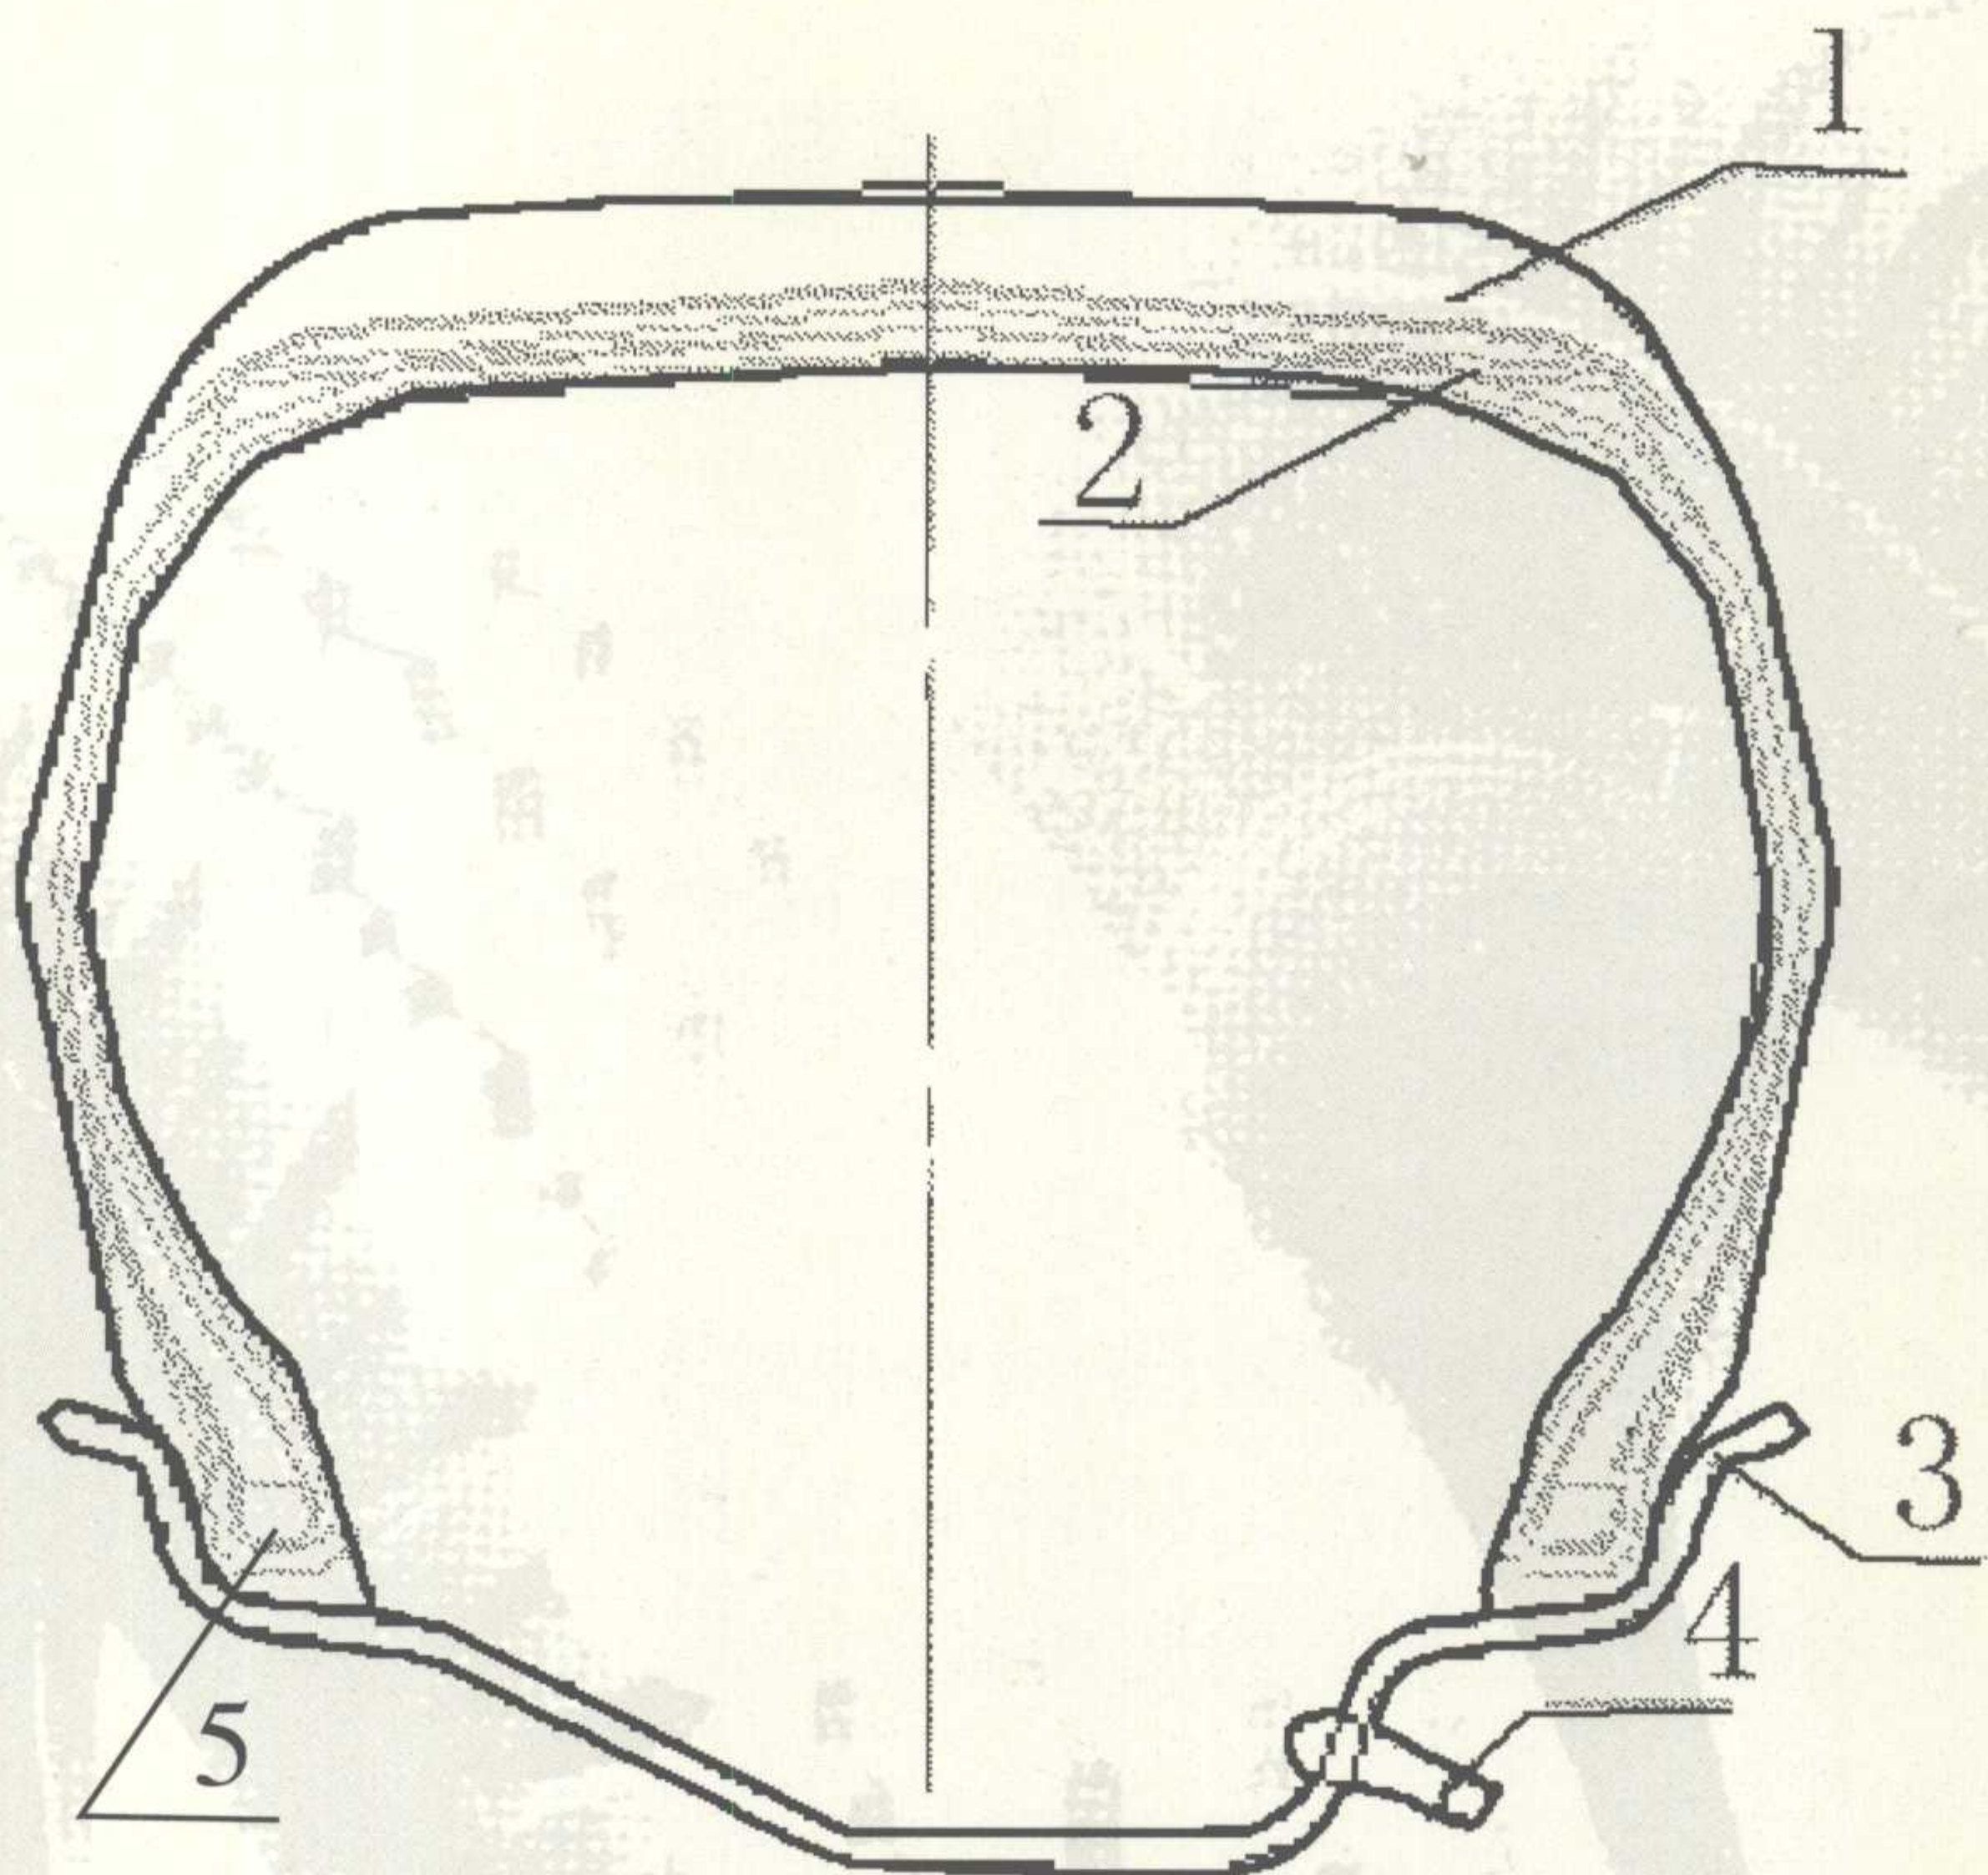

图 1-1-2 无内胎轮胎与轮辋组合图
- 2.结构：无内胎轮胎内壁上有一层气密层，能起到密封的作用，它不需要内胎，一般安装在深槽轮辋上使用，因此不用垫带。具体构造见图1-1-2。